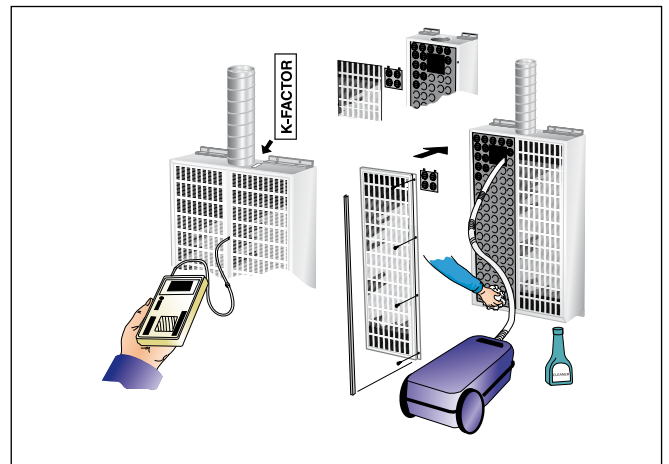

Рис. 2. Наладка, уход
**НАЛАДКА (См. рис.2)**
**УХОД (См. рис.2)**